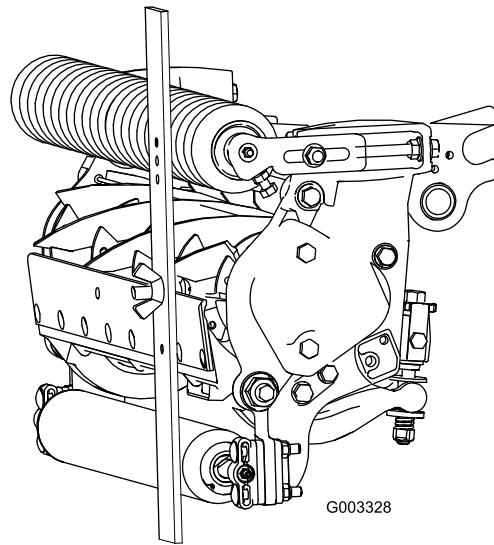

Рисунок 18
3. Зацепите головку винта за режущую кромку неподвижного ножа и приложите заднюю часть планки к заднему валику (Рисунок 18).
4. Поворачивайте регулировочный винт до тех пор, пока передний валик не коснется измерительной планки (Рисунок 18). Регулируйте оба конца валика до тех пор, пока весь валик не встанет параллельно неподвижному ножу.